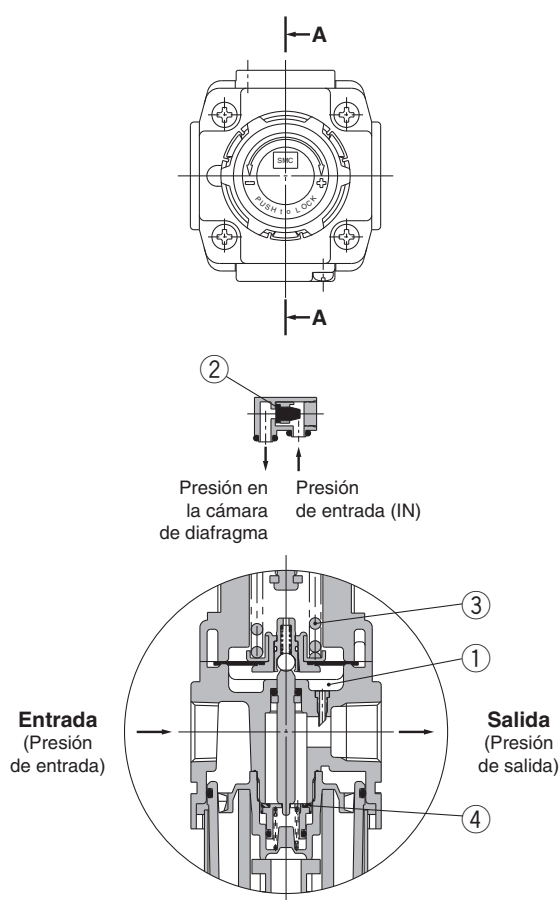
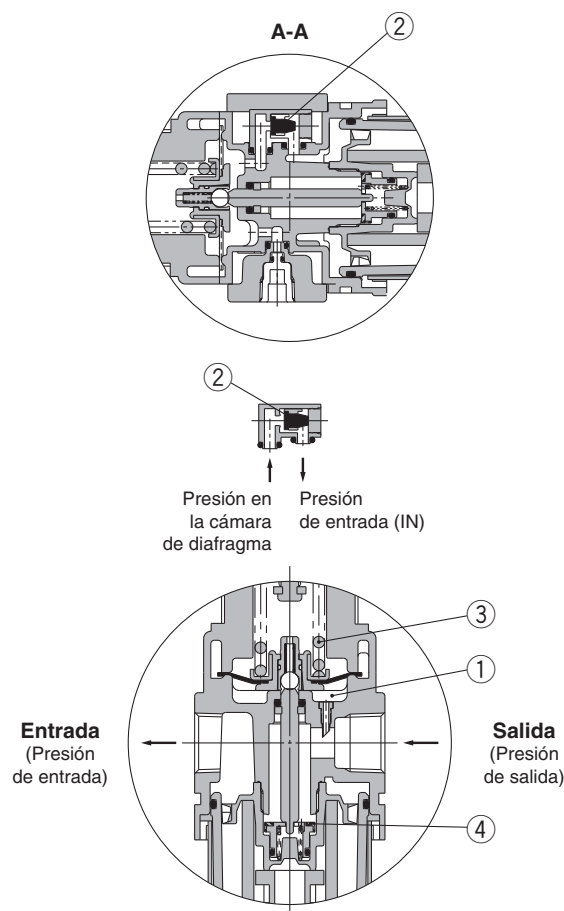

Figura 1 Normal
Figura 2 Flujo inverso
Cuando la presión de entrada supera la presión de regulación, la válvula antirretorno funciona como un regulador normal (figura 1). Cuando la presión de entrada (P_1) se cierra y se evacua, toda presión aplicada a la válvula ① se perderá. La fuerza de la válvula de asiento ① sólo se debe a la fuerza del muelle de la válvula ②. Cuando la válvula ① se abre mediante la fuerza de salida, la presión de salida se evacua en el lado de entrada. (figura 2)
Cuando la presión de entrada supera la presión de regulación, la válvula ② se cierra y funciona como un regulador normal (figura 1). Cuando la presión de entrada se cierra y se evacua, la válvula antirretorno ② se abre y la presión de la cámara de diafragma ① se evacua hacia el lado de entrada (figura 2).
Esto hace descender la presión en la cámara de diafragma ① y la fuerza generada por el muelle del regulador de presión ③ hace ascender el diafragma. La válvula ④ se abre a través del vástago y la presión de salida se descarga hacia el lado de entrada (figura 2).